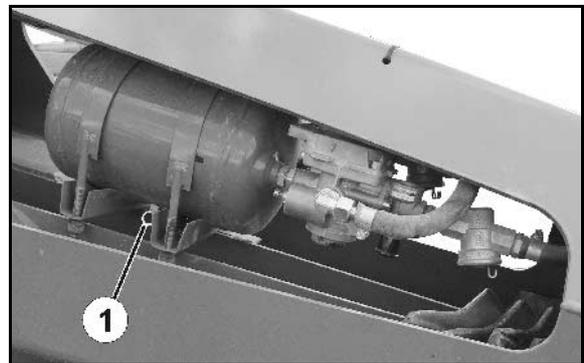

Fig. 72
1. Tirar hacia un lado del anillo de la válvula de purga de agua (Fig. 72/1) hasta que ya no salga agua del depósito de aire comprimido.